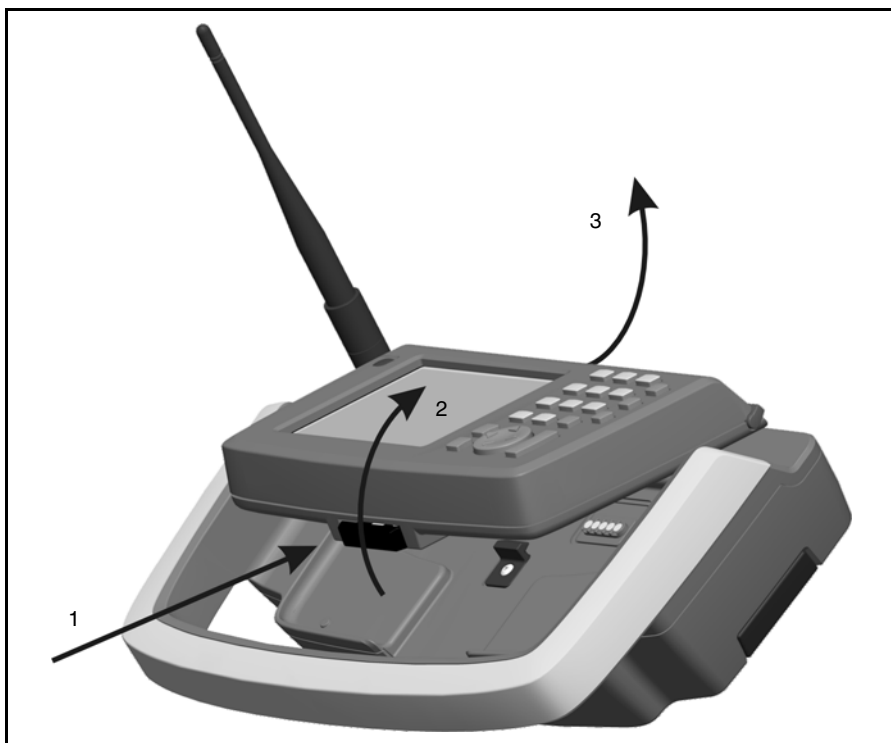

Bild 7.69 Ta ur kontrollenheten ur hållaren
1. Tryck in låsknappen på kontrollenhetens undersida (1) och lyft upp den nedre delen av kontrollenheten ur hållaren (2).
2. Haka av den övre delen av kontrollenheten från panelfästets överkant och ta loss kontrollpanelen från hållaren (3), bild 7.69.